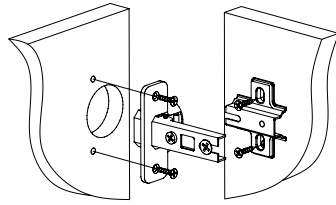

Рис.3
2. При помощи шурупов 3,5х16 установите петли на деталь 1 от ИЗ-410 и ответные планки петель на деталь 2 при помощи евровинтов (Рис. 3).